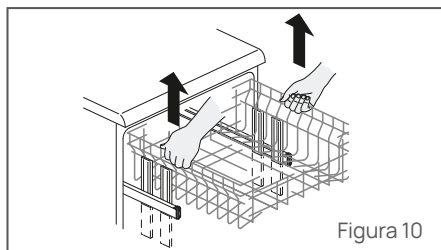

Figura 10
- Sujete el cesto de ambos lados y levántelo (Figura 10).